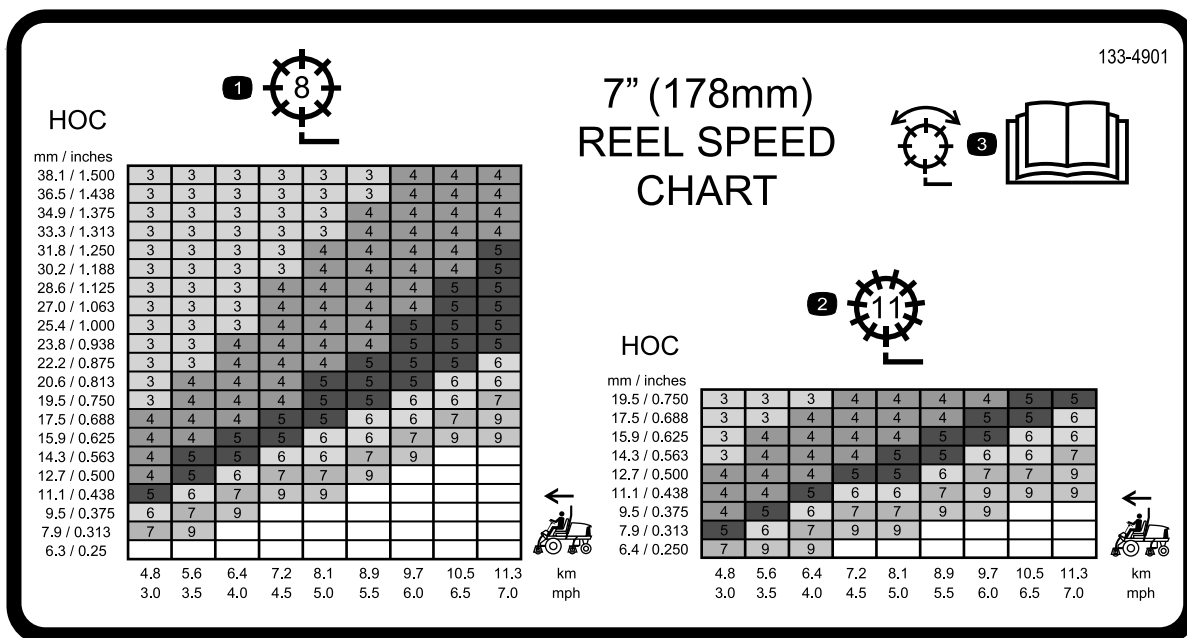

Рисунок 32
3. Для определения надлежащей скорости вращения барабана смотрите график на наклейках с таблицами скоростей барабанов (Рисунок 31 и Рисунок 32).